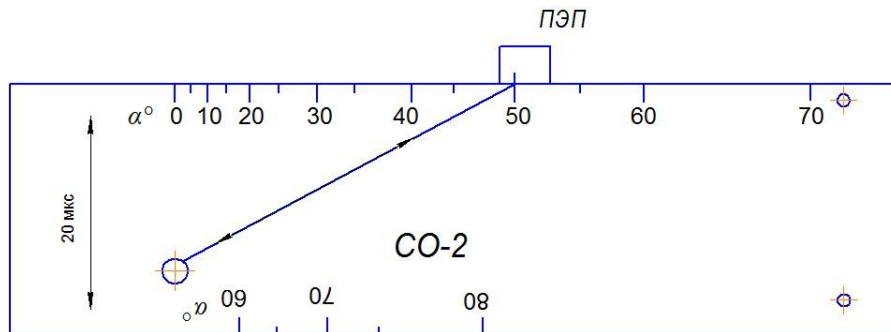

Рис. 7.7.1. Схема установки преобразователя на образец СО-2 при проверке чувствительности по варианту AR3.1.
- установить ПЭП на образец СО-2 согласно схеме на Рис. 7.7.1. и найти максимум эхосигнала от отверстия $\varnothing 6$ мм на глубине 44 мм;
- установить ПЭП на СО-2 и найти максимум эхосигнала от отверстия Ø6мм, Рис.7.7.1;